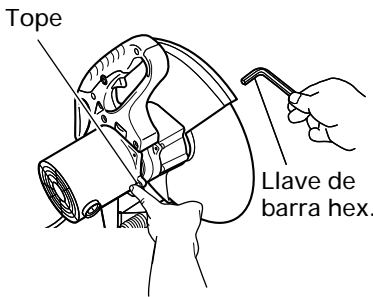

Fig. 12
1. Desmontaje de la rueda de recortar (Fig. 12)